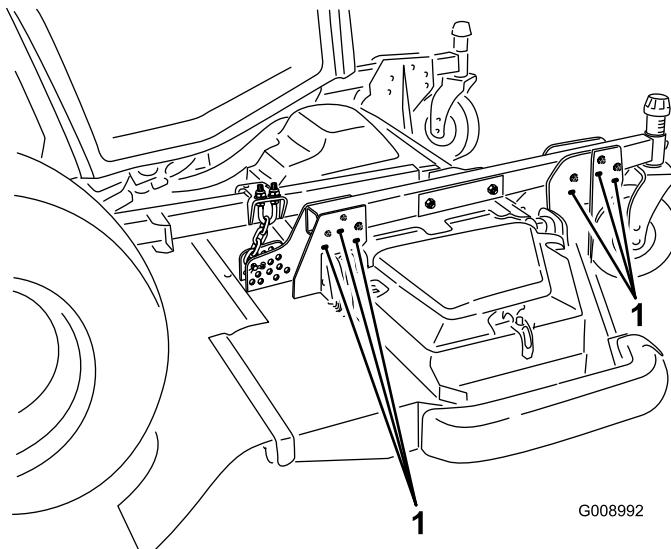

Figura 25
- Para obtener las alturas de corte de 102 a 153 mm, retire los pernos de montaje que sujetan los soportes de la carcasa a los brazos de las ruedas giratorias y vuelva a montar los soportes en los brazos de las ruedas giratorias usando los taladros inferiores (Figura 25).